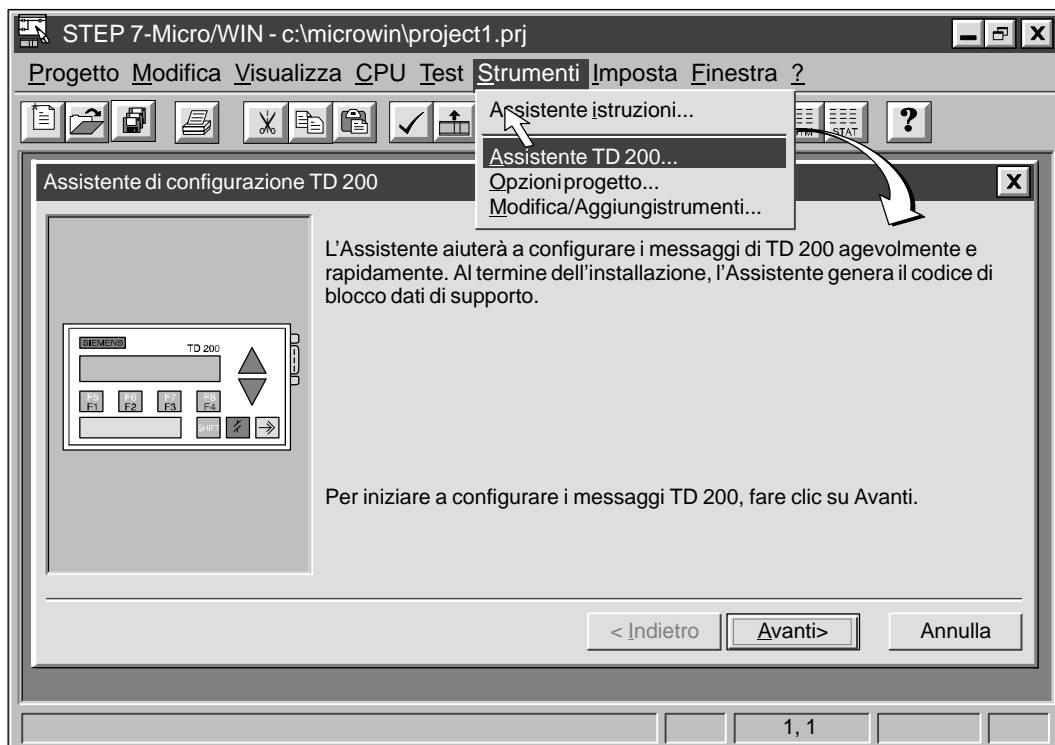

Figura 5-3 Accesso all'Assistente di configurazione TD 200
1. Selezionare il comando di menu **Strumenti Assistente TD 200...** come indicato nella figura 5-3.